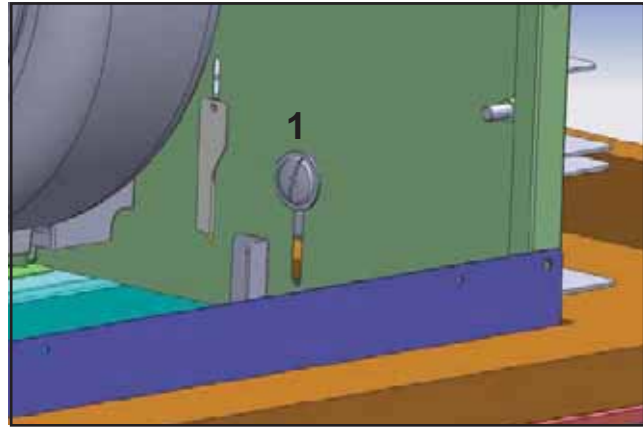

Fig.8
7) À partir de l'intérieur de la hotte, fixez (1) vis M4x8 dans chaque support d'installation inférieur. La position de ces vis est ajustable et s'adapte à différentes épaisseurs de dessous d'armoire, Fig.8. Ne serrez pas complètement les vis pour l'instant.